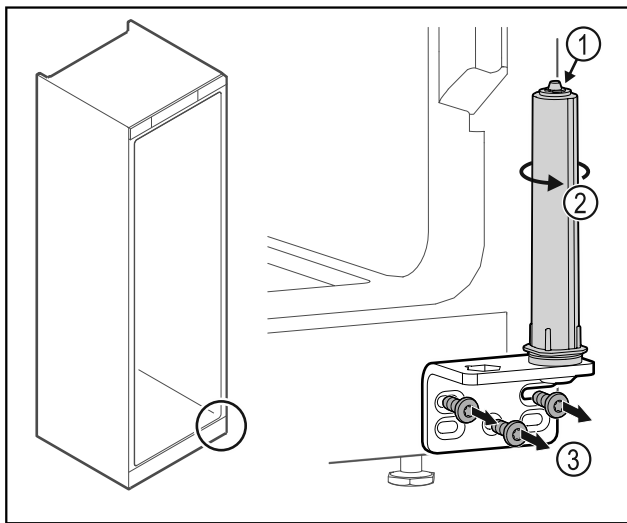

Fig. 45
► Nu dezasamblați sistemul de închidere al ușii Fig. 45 (1).
- Rotiți Fig. 45 (2) sistemul de închidere, până când face clic.
- Deșurubați Fig. 45 (3) colțarul balamalei.